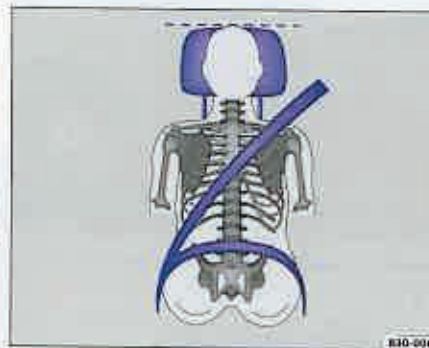
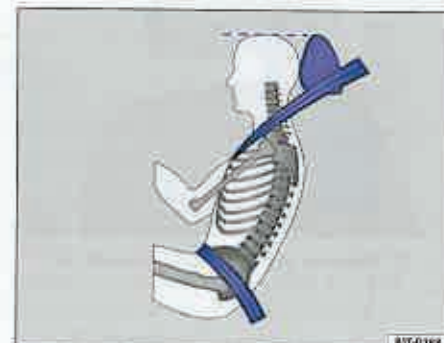

Fig. 57 Văzut din față: tetiera regiunii cervicale și centura de siguranță amplasată corect.
Fig. 58 Văzut dintr-o parte: tetieră reglată corect și centură de siguranță amplasată corect.
- Reglați tetierele astfel încât marginea superioară a tetierei să se afle la aceeași înălțime cu partea superioară a capului dvs. - totuși nu mai jos de ochi. Poziționați partea posterioară a capului cât mai aproape de tetieră ⇒ fig. 57 și ⇒ fig. 58.
- Atenție, tetiera din mijloc a banchetei din spate nu se poate regla. În cazul în care poziția tetierei din mijloc nu corespunde cu poziția descrisă ⇒ fig. 57 și ⇒ fig. 58, în situația producerii unui accident, riscul de rănire crește. În acest caz, schimbați locul.